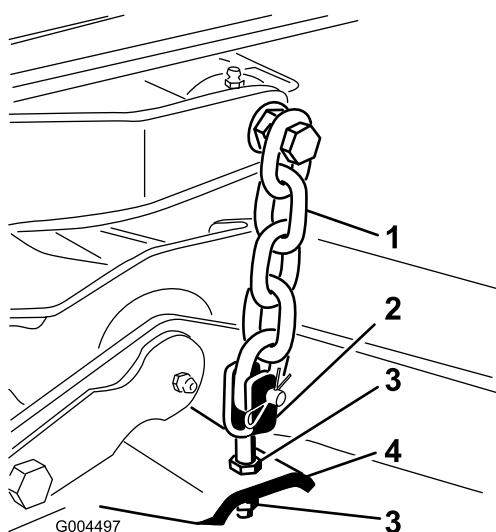

図 5
- デッキのヨーク/チェーンをデッキに固定しているジャムナットを調整してデッキを水平にする（図 5）。
- ブレードのピッチが 8-11mm になるように、後のヨーク/チェーンを固定しているジャムナット（図 5）で刈り込みデッキ後部の高さを調整する。